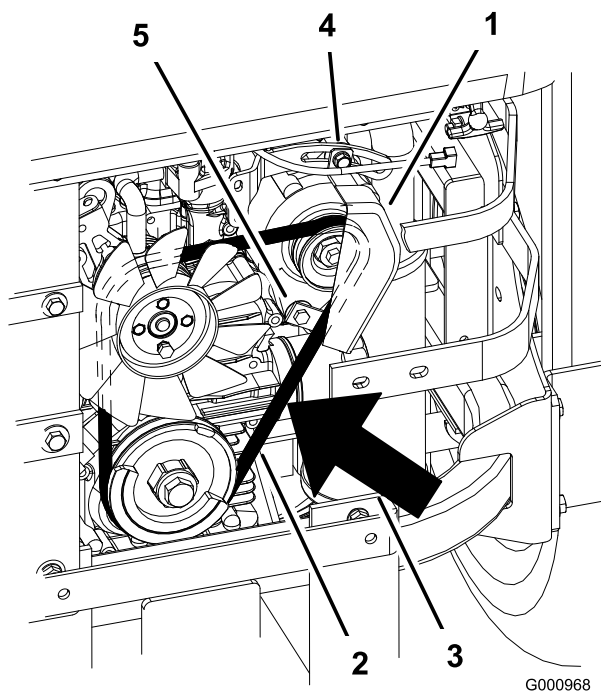

Figura 67
7. Afloje el perno inferior y retire el perno superior que sujeta el alternador y la cubierta (Figura 67).
9. Instale una correa nueva alrededor de las poleas y del alternador (Figura 67).
14. Apriete el perno inferior e instale el perno superior que sujeta el alternador y la cubierta (Figura 67).
2. Ajuste el alternador hacia fuera hasta que quede una desviación de 7 a 9 mm (1/4 a 11/32 pulg.) en la correa entre el motor y las poleas del alternador con un esfuerzo de 10 kgf (22,1 libras-fuerza)(Figura 67).
5. Si la desviación es correcta, apriete los pernos inferior y superior (Figura 67).